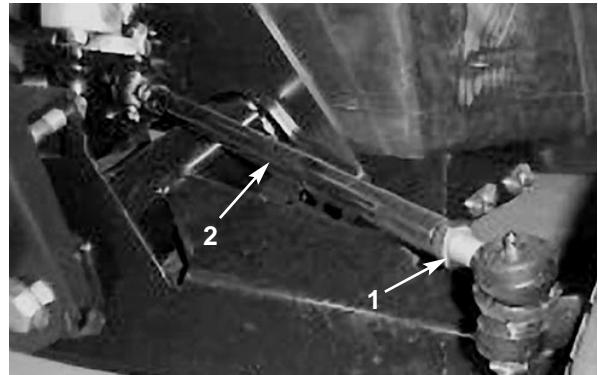

Bild 30
2. Lockern Sie für die Einstellung die Klemmmuttern an beiden Enden der Zugstangen (Bild 30).